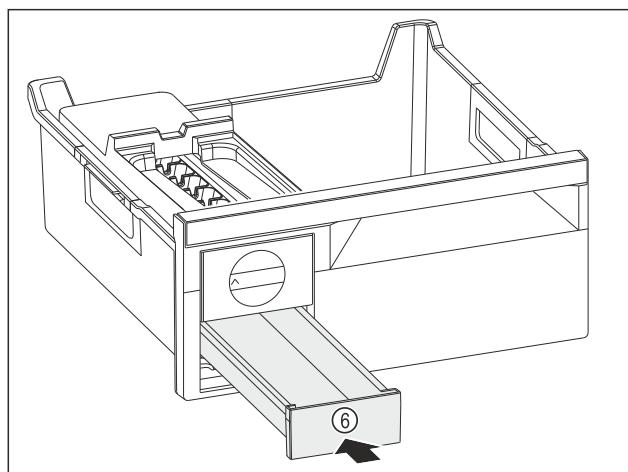

Fig. 83
- ▶ Вдавните выдвижной ящик для кубиков льда Fig. 83 (6).